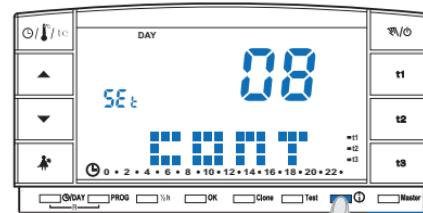

fig. 68
- Dalla videata precedente premere un'altra volta il tasto ① : sul display apparirà la scritta **CONT** e il valore di contrasto attivo; impostazione di fabbrica 08 (esempio in fig. 68).